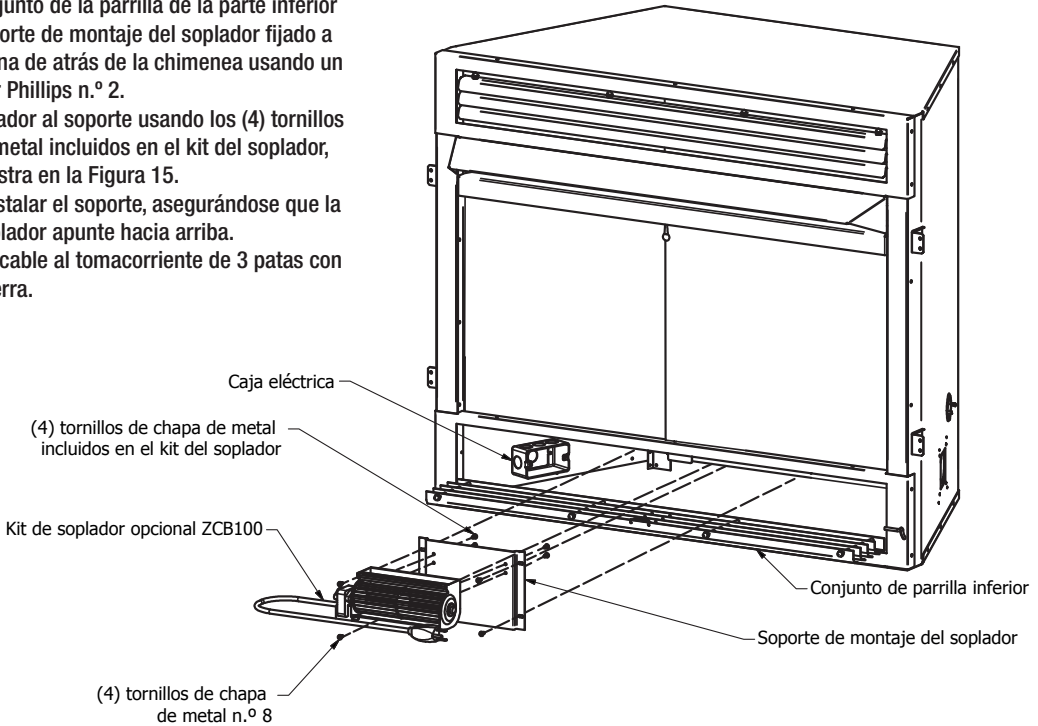

Figura 15: instalación del soplador opcional
2. Fije el soplador al soporte usando los (4) tornillos de chapa de metal incluidos en el kit del soplador, como se muestra en la Figura 15.